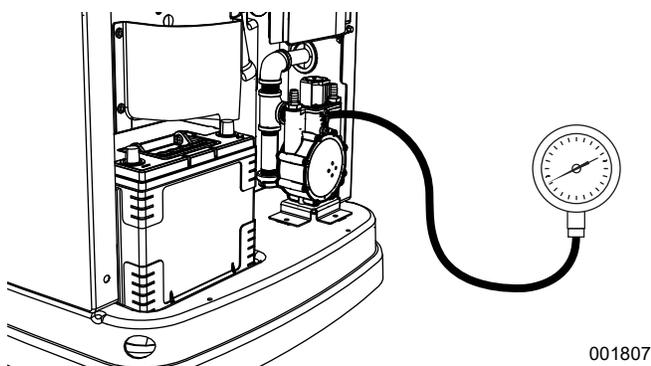

Figura 5-4. Revisión de la presión con manómetro
2. Consulte la **Figura 5-4**. Retire el puerto superior de prueba de presión del combustible del regulador de combustible e instale el probador de presión del combustible (manómetro).